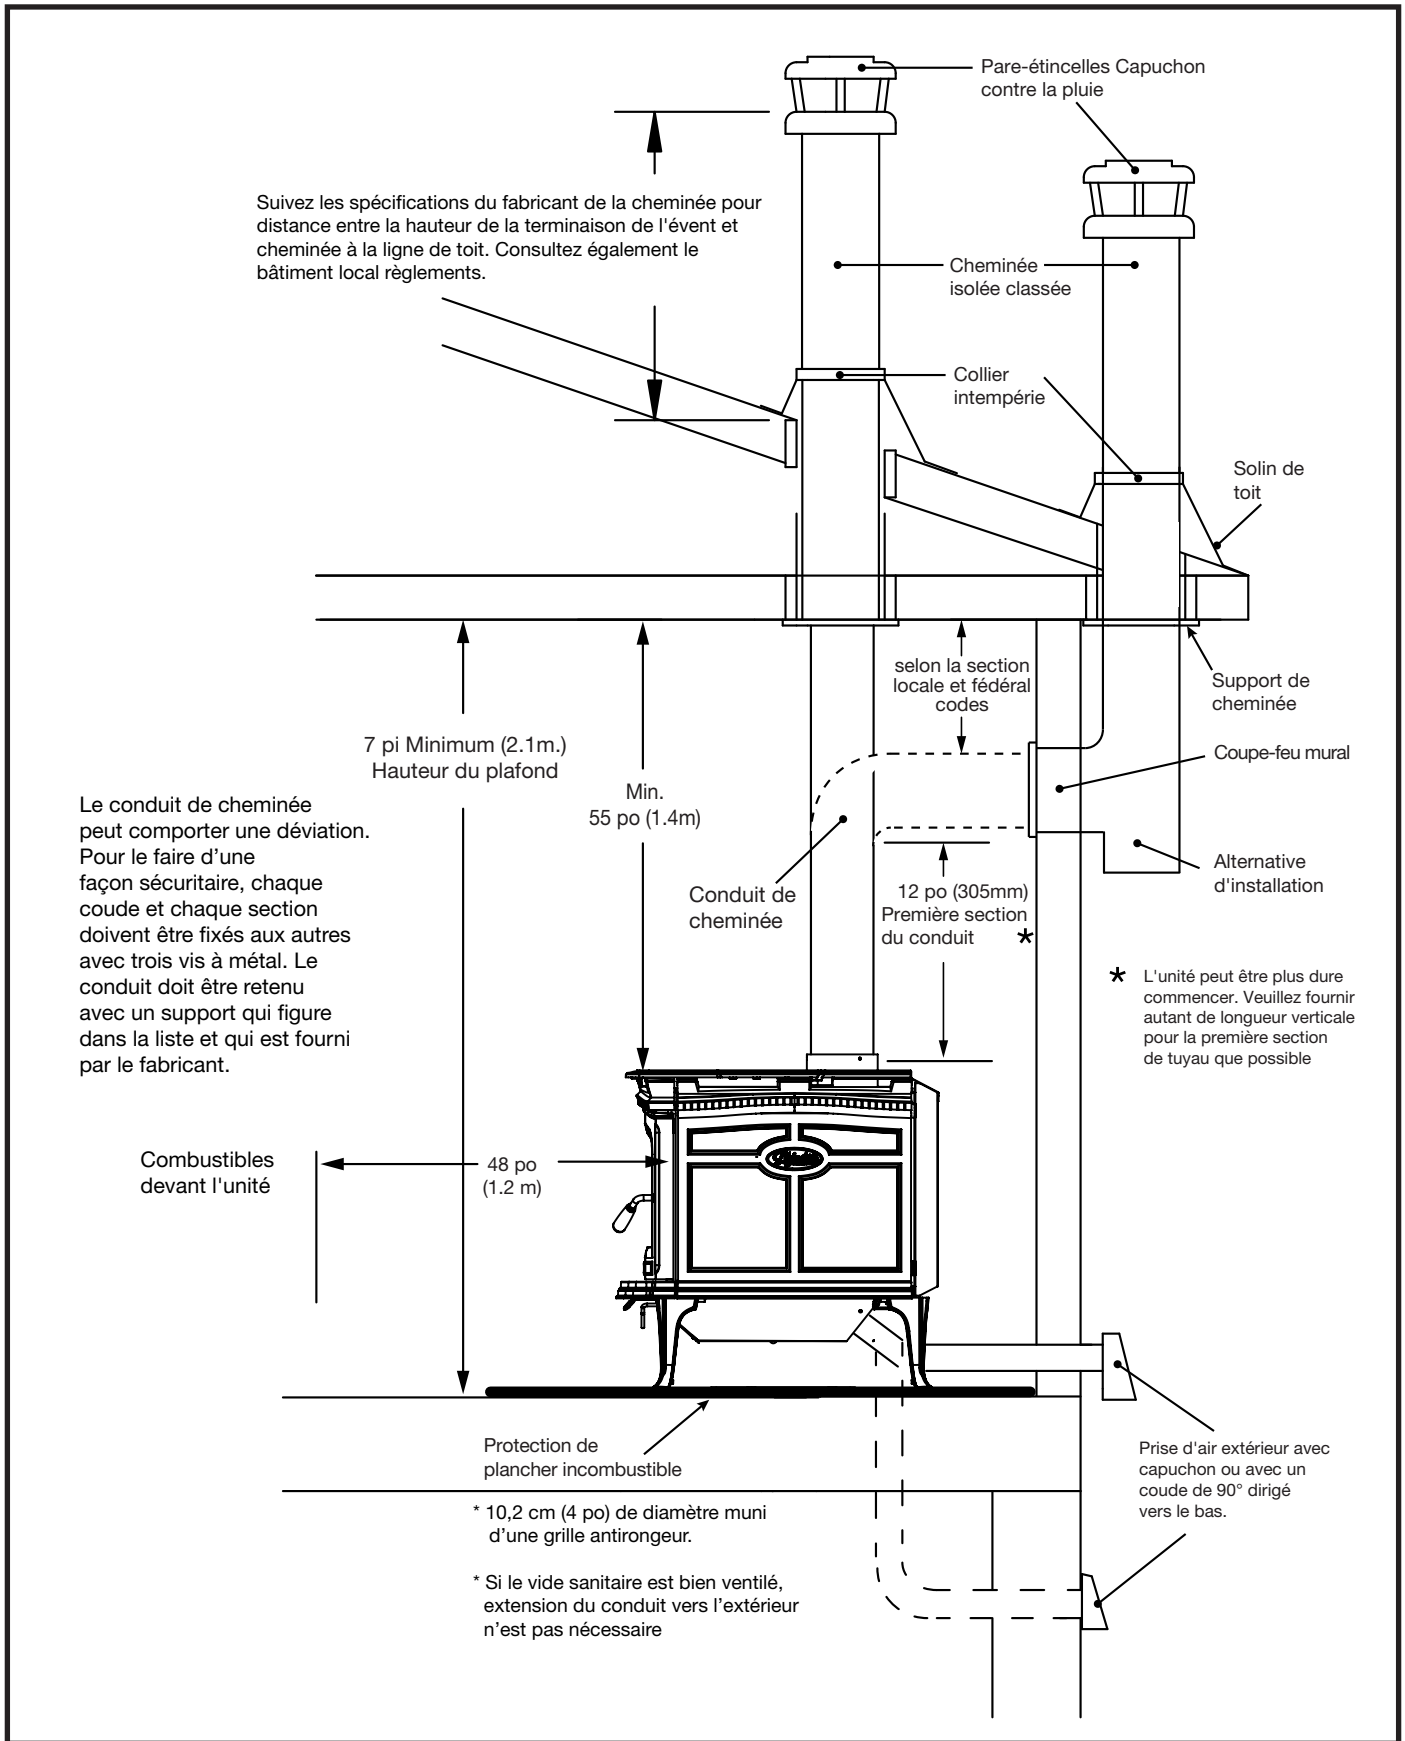

Figure 5: T6 LE Ventilation résidentielle.
- **Aspirer de l'air extérieur à travers le sol** - Ce trou doit puiser son air dans un vide sanitaire ventilé ou être prolongé avec un conduit vers l'extérieur. Voir Figure 5 à la page 17. L'utilisation d'air de combustion extérieur pour l'installation résidentielle exige que l'unité soit fixée à la structure pour éviter de déloger le conduit d'air.